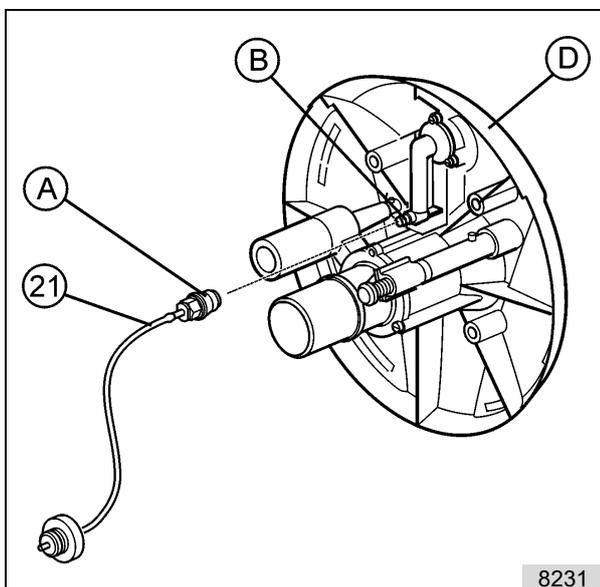

Abb. 24
Nach dem Anschluss des Druckwellenschalters, siehe Abb. 24, Düsenkopf (35/35.1) aufstecken, dabei gleiten Druck- und Luftanschluss ineinander. Am Klemmring (72) mit den Schrauben (90) befestigen.